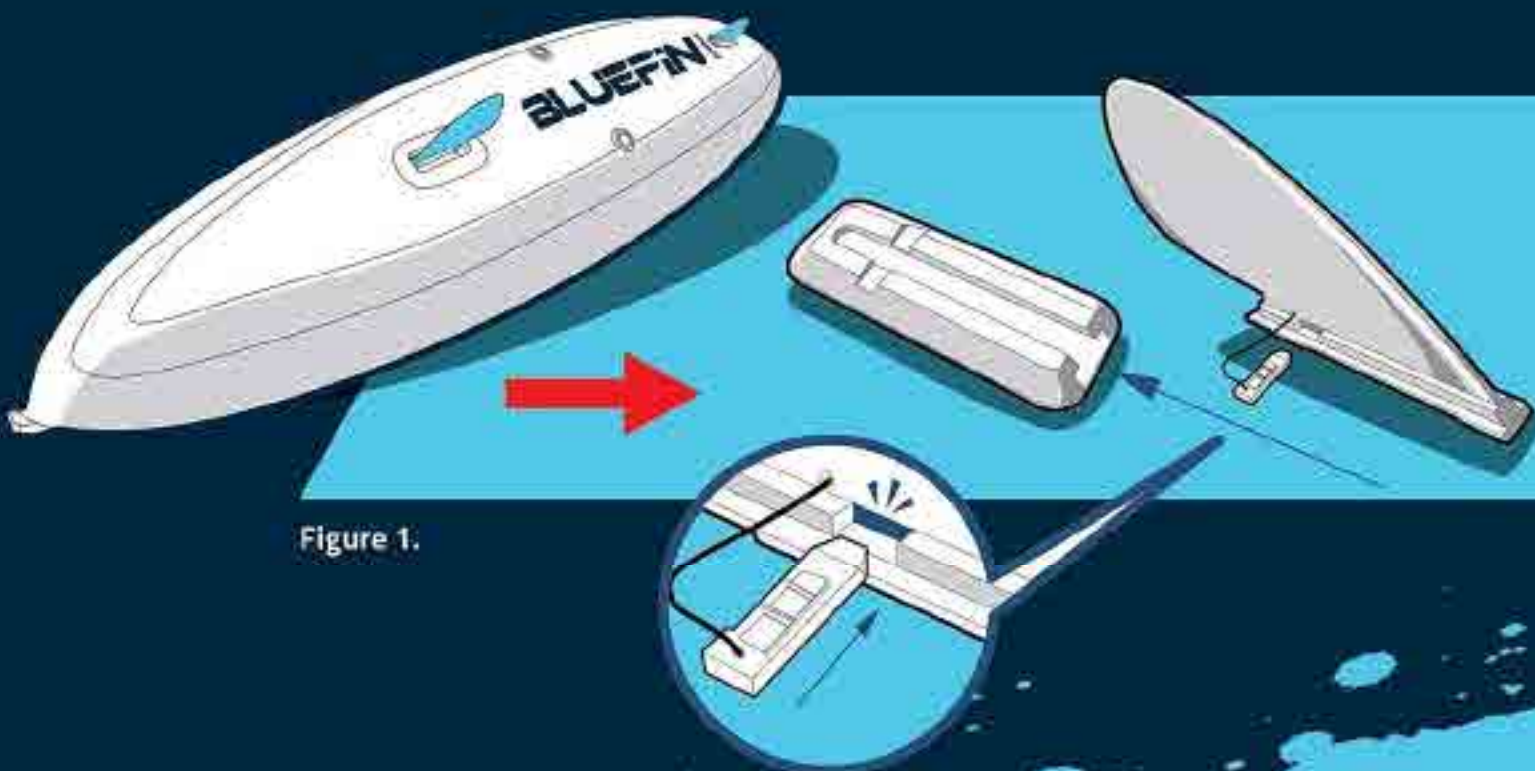

Figure 1.
- Insérez la dérives dans l'emplacement de la boîte à dérives par l'extrémité. Figure 1.